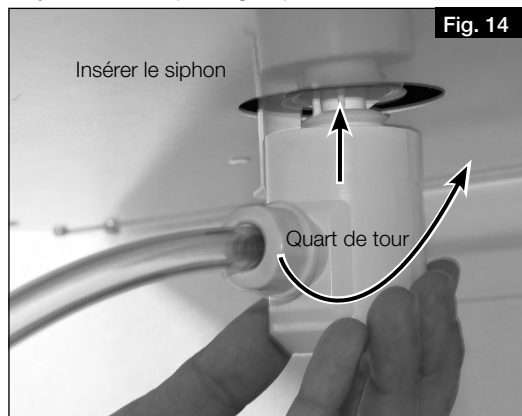

Fig. 14
5. Insérer le siphon en lui donnant un quart de tour pour l'enclencher dans la pièce de fixation (voir Fig. 14). Bien s'assurer que la boule flotte librement dans le siphon !